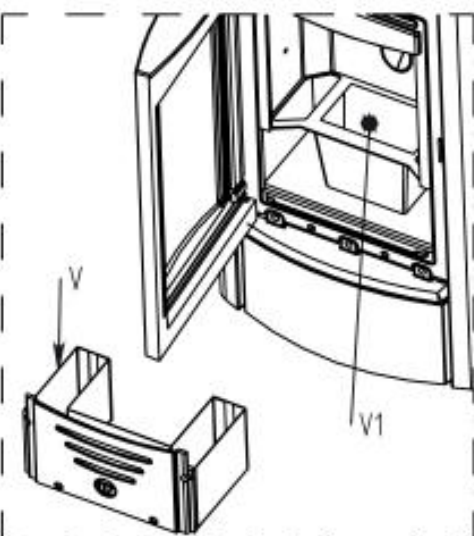

FIGURE 3
- **Une fois par semaine et à chaque fois que cela s'avère nécessaire :** aspirer les cendres dans le compartiment V1 sous le brûleur (figure 3).
- **Une fois par semaine et à chaque fois que cela s'avère nécessaire :** vider les cendres du tiroir V (figure 3).